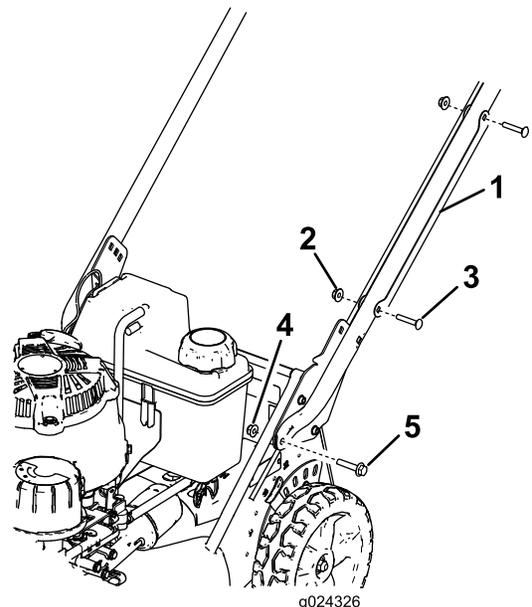

Bild 3
1. Entfernen Sie die zwei Schlossschrauben und zwei Sicherungsmuttern, mit denen der Kabelschutz am Holm befestigt ist, um den Kabelschutz abzunehmen (Bild 3).
2. Befestigen Sie die Enden des Holms mit zwei Sechskantbundkopfschrauben (5/16" x 1-1/2") und zwei Bundmuttern (5/16") am Mähergehäuse, wie in Bild 3 abgebildet.
1. Schlossschraube (5/16" x 1-1/2") (2)
2. Holmhalterung (2)
3. Bundmutter (5/16") (2)
7. Legen Sie die Kabelschutzvorrichtung so auf den Holm, dass die **Kabel in der Schutzvorrichtung** verlaufen, und befestigen Sie die Schutzvorrichtung mit den vorher entfernten zwei Schlossschrauben und zwei Sicherungsmuttern am Holm (Bild 3).